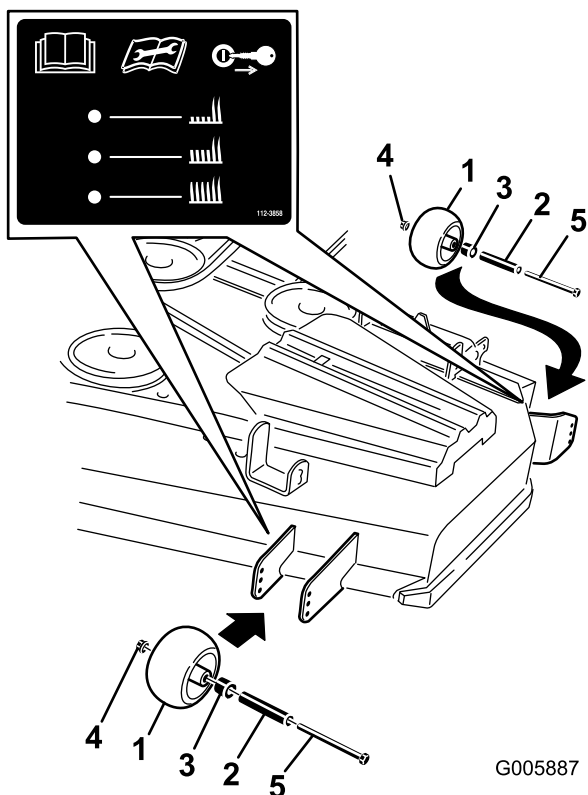
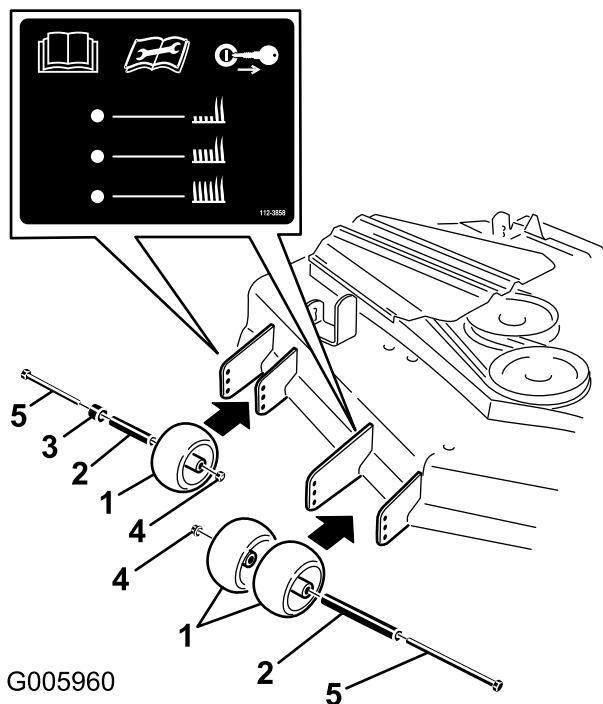

Figure 17
Figure 18
3. Après avoir réglé la hauteur de coupe, réglez les galets en retirant l'écrou à collerette, la bague, l'entretoise et le boulon (Figure 17 ou Figure 18).
Remarque: Les deux galets centraux ne sont pas munis d'entretoise (Figure 17 ou Figure 18).
5. Posez l'écrou à embase, la bague, l'entretoise et le boulon. Serrez à 54-61 Nm (Figure 17 ou Figure 18).